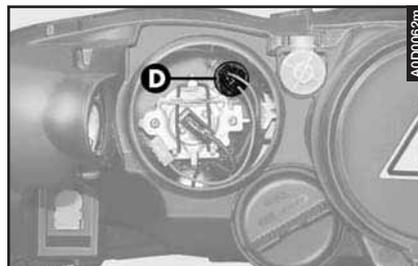

fig. 33
- Premere sulle due alette di ritegno e sfilare il portalampada (**D-fig. 33**).